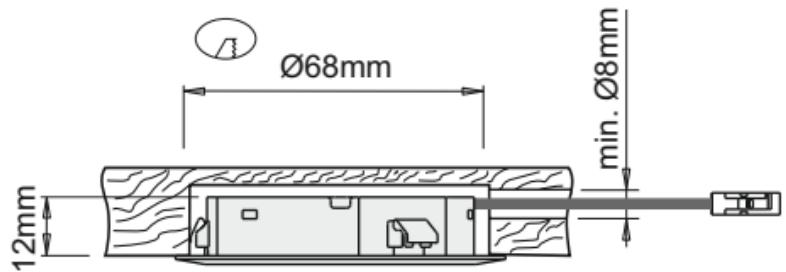

Fig 1
- To flush mount the device, bore a Ø 68mm hole ≥ 12mm deep on the installation surface and then, if necessary, bore a Ø ≥ 8mm exit hole for the power supply cable as illustrated in figure 1.
- Für den Einbau der Leuchte eine Bohrung mit ø 68 mm und einer Tiefe von ≥ 12 mm auf der Montagefläche ausführen und ggf. für den Austritt des Netzkabels eine Bohrung mit ø ≥ 8 mm ausbilden (Abb. 1).